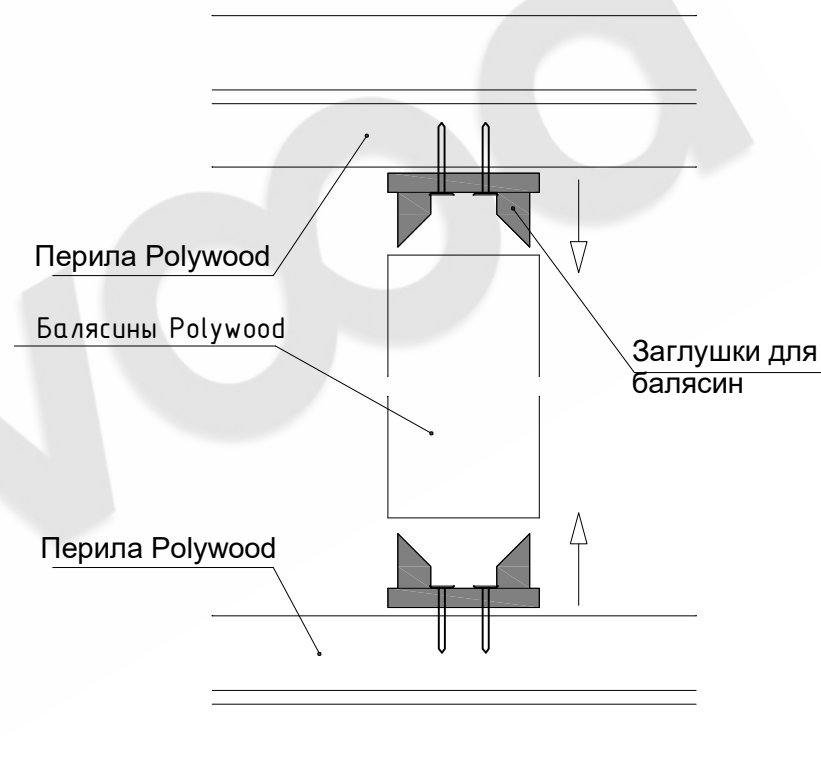

Рис. 4 Крепления балясины Polywood
- Крепление балясин Polywood производится только с помощью заглушек для балясин Polywood. (Рис. 4)